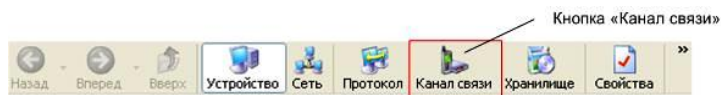

Рисунок 6.2 – Кнопка «Канал связи» на панели инструментов
6.2 Нажать на панели инструментов кнопку «Канал связи» (или через меню «Справочник → Канал связи») (рисунок 6.2). В результате откроется окно «Справочник», которое показано на рисунке 6.3.